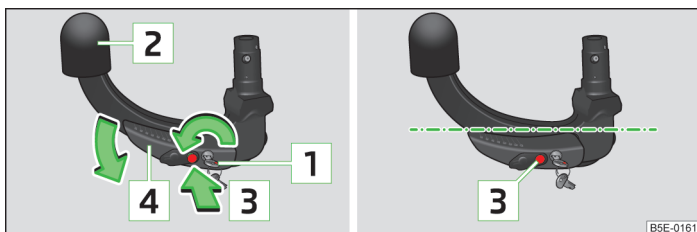

Fig. 147 Reglarea poziției de disponibilitate / poziția de disponibilitate
- > Rotiți cheia, în așa fel încât să fie vizibil marcajul **1** » fig. 147.